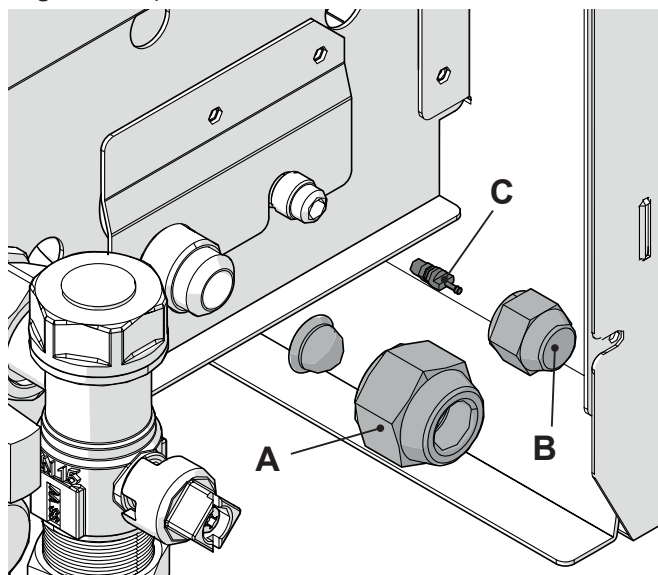

Figura 9.7
- Togliere i tappi di protezione (A e B) (Figura 9.7).
- Togliere la valvola di non ritorno (C) posta sulla linea refrigerante liquido.
- Fissare o saldare i tronchetti di tubo cartellati rispettivamente a \varnothing 1/2" Linea refrigerante gas e \varnothing 1/4" Linea refrigerante liquido (Figura 9.7).